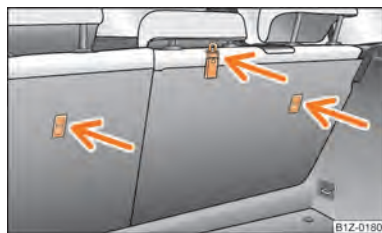

Fig. 137 Siège AR : Top Tether
Dans certains pays, les dispositions légales exigent que les sièges arrière soient équipés d'oeillets de fixation pour le système « Top Tether » pour les sièges d'enfants ⇒ fig. 137.
- Ne fixez les sièges pour enfants avec le système « Top Tether » qu'aux endroits prévus à cet effet ⇒ fig. 137.